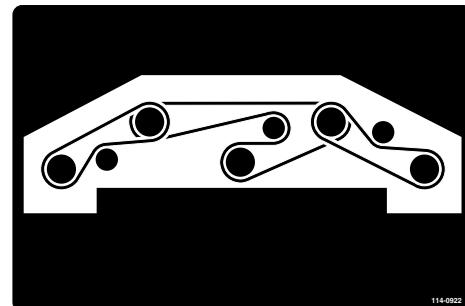

図 83
8. スピンドルプーリとアイドラプーリアセンブリに新しいベルトを回しかける図 83。